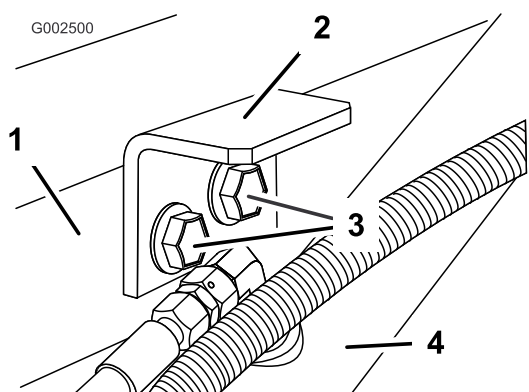

Figura 8
- Instale los soportes de sujeción usando los 2 pernos y tuercas con arandela prensada que retiró anteriormente (Figura 8).